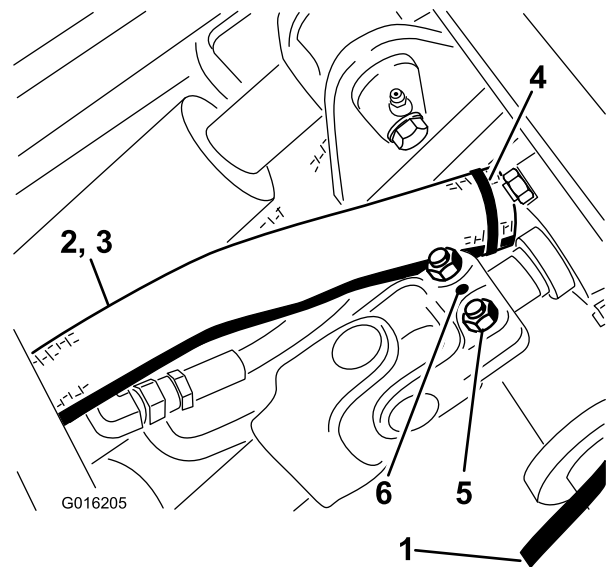

Figura 47
7. Conecte el árbol de transmisión al eje de la caja de engranajes del bastidor de invierno, y apriete los pernos (5/16 pulgada) a 20–25 N·m (175–225 pulgadas-libra). Instale el pasador cilíndrico (Figura 47).